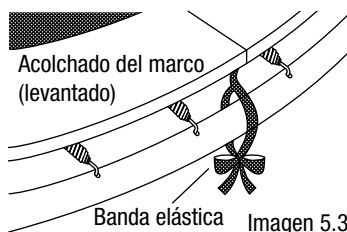

Imagen 5.3
- c) Ajuste los tensores elásticos que se encuentran por encima de la pata de empalme, de modo tal que el acolchado cubra el marco. Una ambos extremos. (ver imagen 5.3)